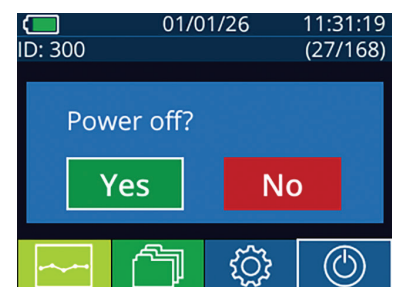

Abb. 44
- Navigieren Sie entweder zum Startbildschirm und wählen Sie das Symbol **Power** (Abb. 44) aus und anschließend **Yes**, um das Gerät AUSZUSCHALTEN (Abb. 44).